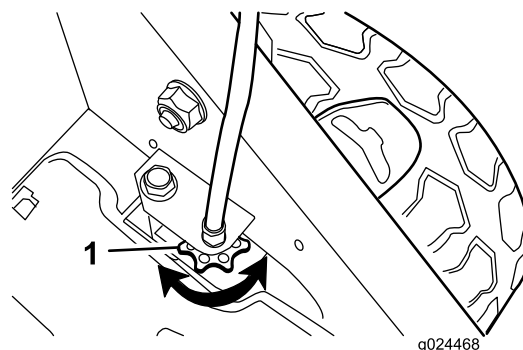

Figura 24
- Si las ruedas no giran al apretar la barra de autopropulsión, la correa de transmisión está demasiado floja. Gire el mando de control de la transmisión de las ruedas (Figura 24) una vuelta en el sentido de las agujas del reloj y repita los pasos 4 a 6.
- Si las ruedas giran antes de apretar del todo la barra de autopropulsión, la correa de transmisión está demasiado apretada. Gire el mando de control de la transmisión de las ruedas (Figura 24) una vuelta